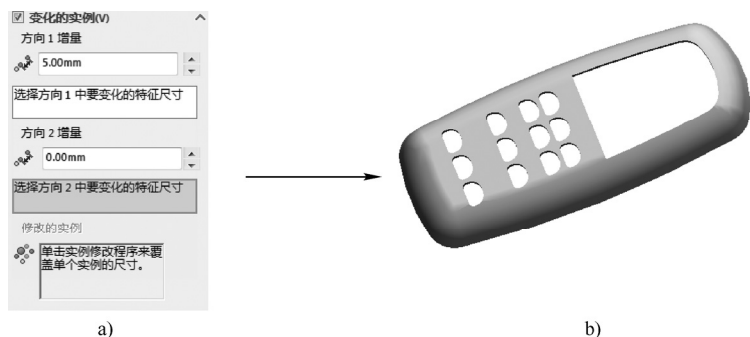

图 4-96 “变化的实例”卷展栏的作用
- “变化的实例”卷展栏: 可创建间距递增的阵列, 如图 4-96 所示。